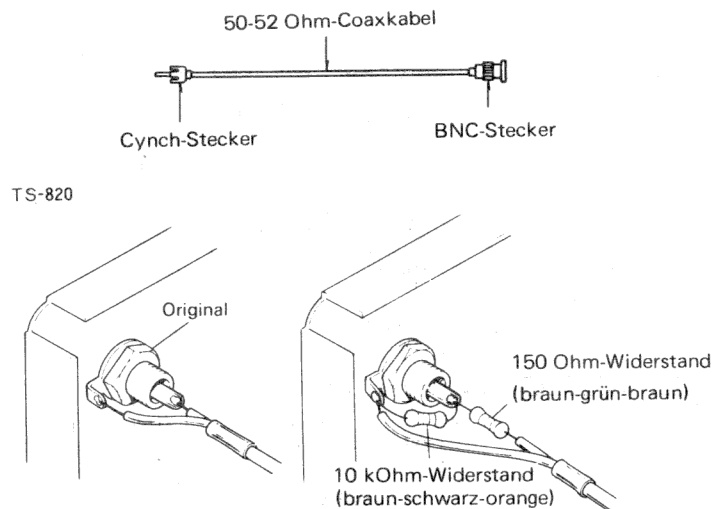

Fig. 5-2
1. Dem Ausgang IF OUTPUT des TS-820S muß ein Dämpfungsglied gemäß Fig. 5-2 vorgeschaltet werden.